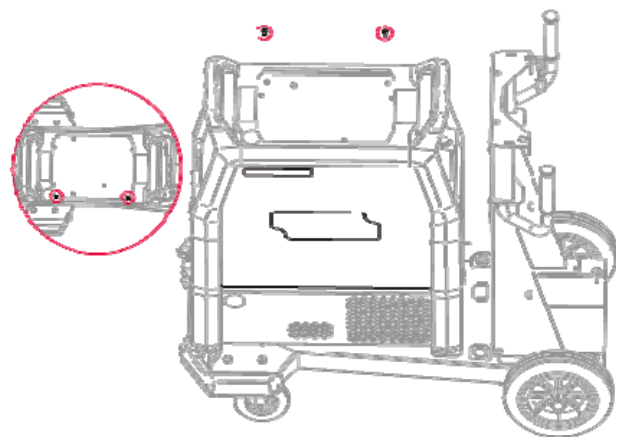

Рисунок 5
- Установите боковую панель (Рис. 5)
- Зафиксируйте боковую панель, используя два винта M5x20 (Рис. 5)